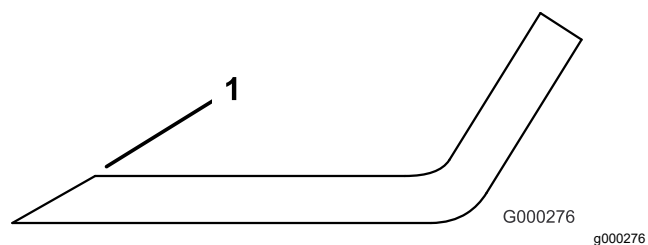

Figure 89
- Examinez les tranchants de toutes les lames et aiguissez-les s'ils sont émoussés ou ébréchés (Figure 89).
Remarque: N'aiguissez que le haut du tranchant et conservez l'angle de coupe d'origine pour obtenir une coupe nette (Figure 89). Limez la